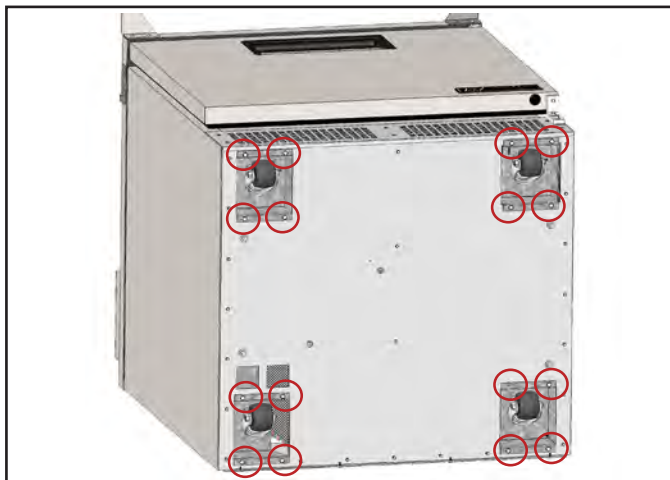

Fig. 11. Localisation du boîtier pour roulettes. Dévissage des quatre vis fixant le boîtier.
2. Retirez le boîtier pour roulettes. Voir fig. 11.